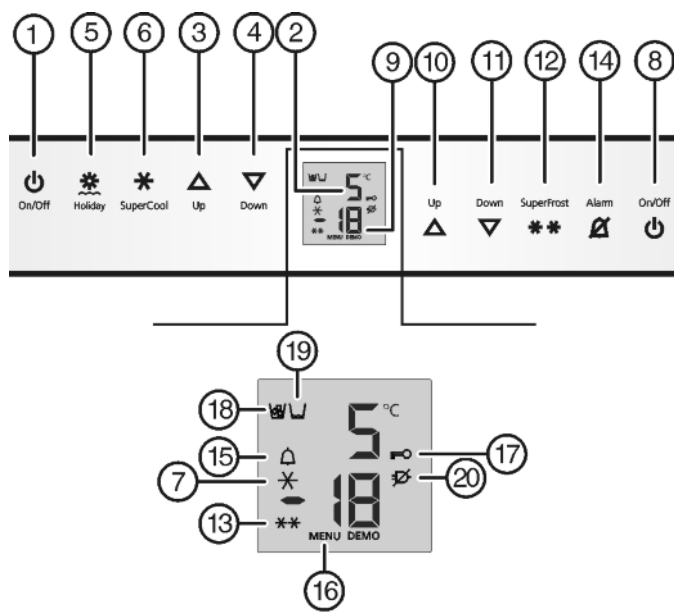

Fig. 2
- ▶ Нажмите кнопку On/Off морозильного отделения Fig. 2 (8).
- ▶ Нажмите кнопку On/Off холодильного отделения Fig. 2 (1).
- ▶ Активация режима настройки: удерживайте кнопку SuperFrost Fig. 2 (12) прилбл. 5 секунд.
- ▷ Символ меню *Fig. 2 (16)* горит.
- ▶ Коротко нажмите кнопку SuperFrost *Fig. 2 (12)* для подтверждения.
- ▶ Для включения защиты от детей коротко нажмите клавишу SuperFrost *Fig. 2 (12)*.
- ▷ Символ "Защита от детей" *Fig. 2 (17)* горит. На индикации мигает **c**.
- ▶ Для выключения защиты от детей коротко нажмите клавишу SuperFrost *Fig. 2 (12)*.
- ▷ Символ защиты от детей *Fig. 2 (17)* гаснет. На индикации мигает **c**.
- ▶ Выход из режима настройки: нажмите кнопку On/Off морозильного отделения *Fig. 2 (8)*.
- ▶ Нажмите кнопку Alarm *Fig. 2 (14)*.
Одновременно мигает индикация температуры и символ тревоги *Fig. 2 (15)*.
Звуковой сигнал выключается автоматически, символ аварийного сигнала *Fig. 2 (15)* выключается и индикатор температуры перестает мигать, если температура снова становится достаточно низкой.